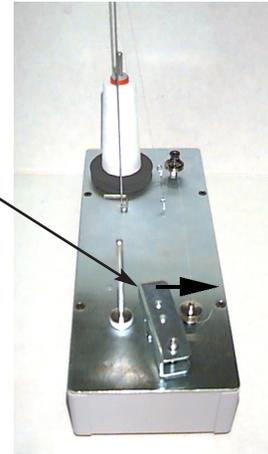

Abbildung 3-21
3. Bewegen Sie den Stellhebel auf EIN (siehe Abb. 3-21) und das Spulen beginnt. Wenn das Garn vollständig aufgewickelt ist, stoppt der Spuler automatisch.